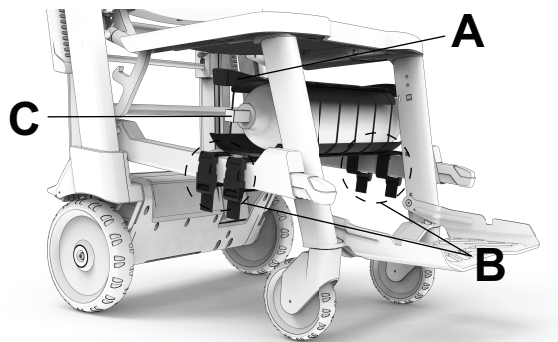

Figura 37 – Atașarea suportului pentru butelia de oxigen
2. Amplasați suportul pentru butelia de oxigen (A) între cele două tuburi ale mânerelor de ridicare inferioare aflate sub panoul de șezut (Figura 37).
3. Înfășurați toate cele patru curele în jurul tuburilor mânerelor de ridicare inferioare (B) și închideți cataramele cu eliberare laterală (Figura 37).
4. Glisați butelia de oxigen (C) în suport (Figura 37).